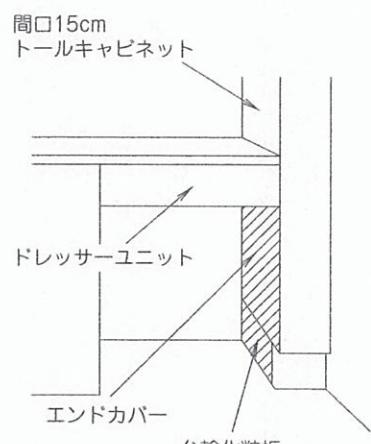

図11-5
- ドレッサーユニットの横に間口15cmトールユニットが設置される場合、斜線部に取付ける化粧部材（エンドカバー・台輪化粧板）は下記にしたがって設置してください。（図11-5）